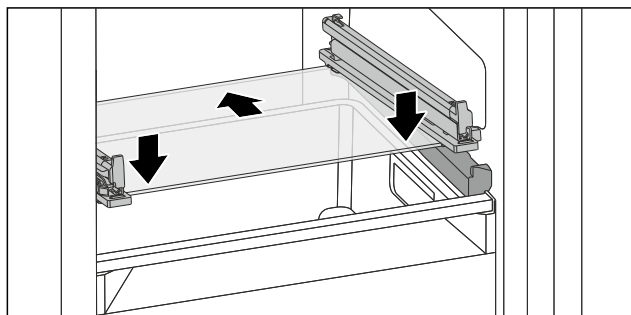

Fig. 141 Γυάλινο ράφι του ανακλινόμενου συρταριού
- Τοποθετήστε γυάλινο ράφι λοξά πίσω από τα στοπ. (βλέπε Fig. 141)